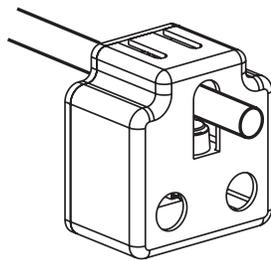

Figure 7
7a. Assemblage suspendu : Figure 11 : Ajustez la suspension à la dimension appropriée. Installez (4) 3/8"-16NC x 3/4" HHCS & 3/8"-16NC contre-écrous à brides, sans les serrer. Faites glisser le boîtier de commutation sur la barre de commutation en vous assurant que les trous à percer de verrouillage font face à la colonne de l'unité de puissance. Utilisez (2) boulons 1/4"-20NC x 3/4" lg. HHCS, écrous de 1/4"-20NC et rondelles en étoile de 1/4" pour monter le boîtier de commutation à la suspension, voir Figure 7. Pour l'installation du SPOA10 Baie Très Étroite, voir l'étape 7b, tous les autres vont à l'étape 7c.